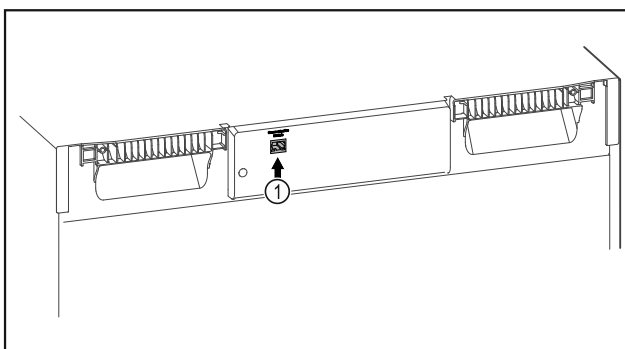

Fig. 93
- SmartModule Fig. 93 (1) ist eingesetzt.